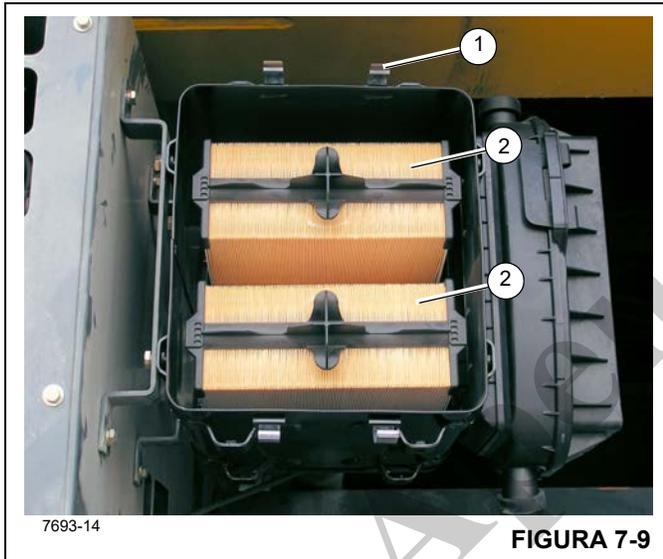

FIGURA 7-9
1. Levante os grampos (1, Figura 7-9) que fixam a tampa ao corpo do purificador de ar e remova a tampa.